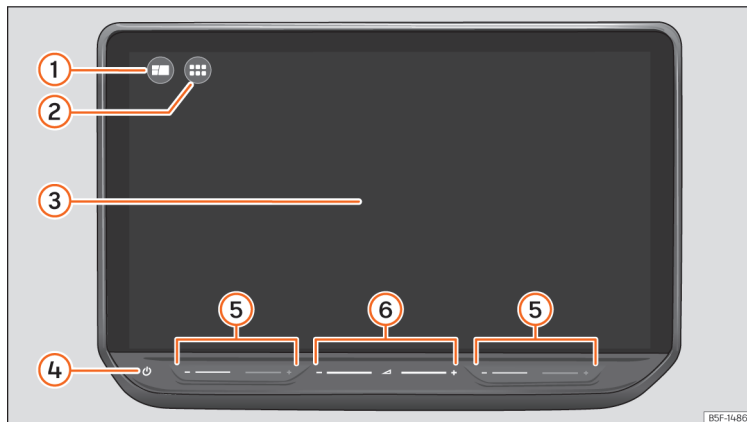

Fig. 168 Quadro geral: unidade de comandos.
Personalize o menu superior ou a vista HOME »»» **Fig. 168** (1) para aceder rapidamente às suas funções favoritas ou às que utiliza com maior frequência.